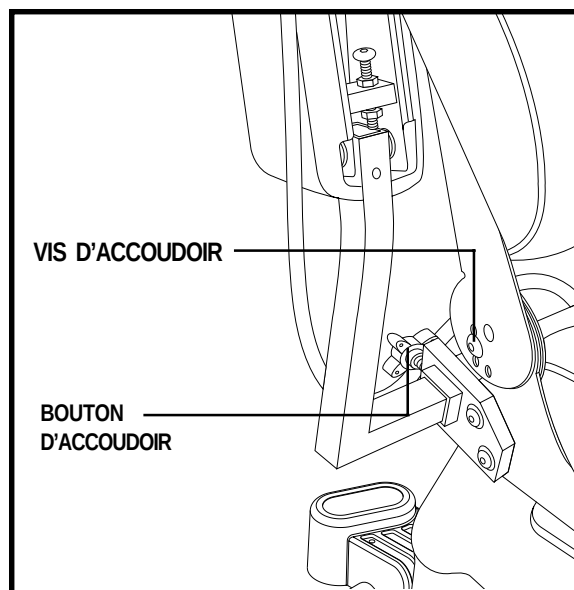

Figure 18. Réglages des accoudoirs et dossier
Si votre fauteuil motorisé est équipé d'un siège à dossier réglable, il possède quatre positions de réglages différents: 90, 102, 105 et 107 degrés d'inclinaison. Voir la figure 18.
1. Identifiez les deux boutons de réglages sur le support des accoudoirs. Voir la figure 18.
2. Desserrez les boutons (2).
4. Tournez dans le sens des aiguilles d'une montre pour relever le devant de l'accoudoir et dans le sens contraire pour l'abaisser. Voir la figure 18.